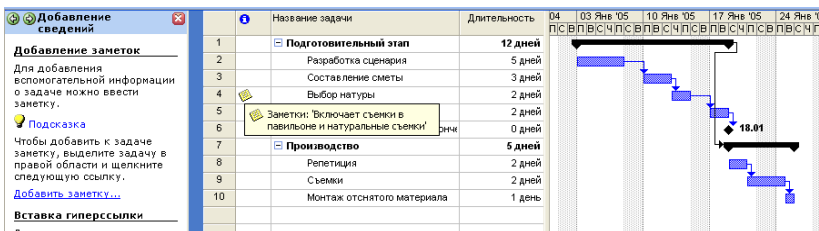

Рис. 111. Відображення *Заметки* у плані проекту
4. У діалоговому вікні *Task Information (Сведения о задаче)* з активною вкладкою *Notes (Заметки)/введіть Включает съемки в павильоне и натуральные съемки/ОК (рис. 111)*: